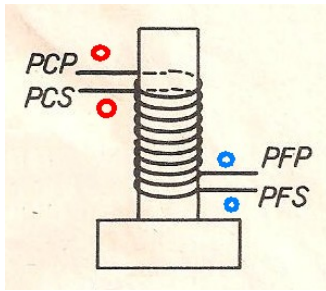

Fig.5
- Pour les bobinages on suit le principe général applicable dans la grande majorité des cas et repris en fig.5